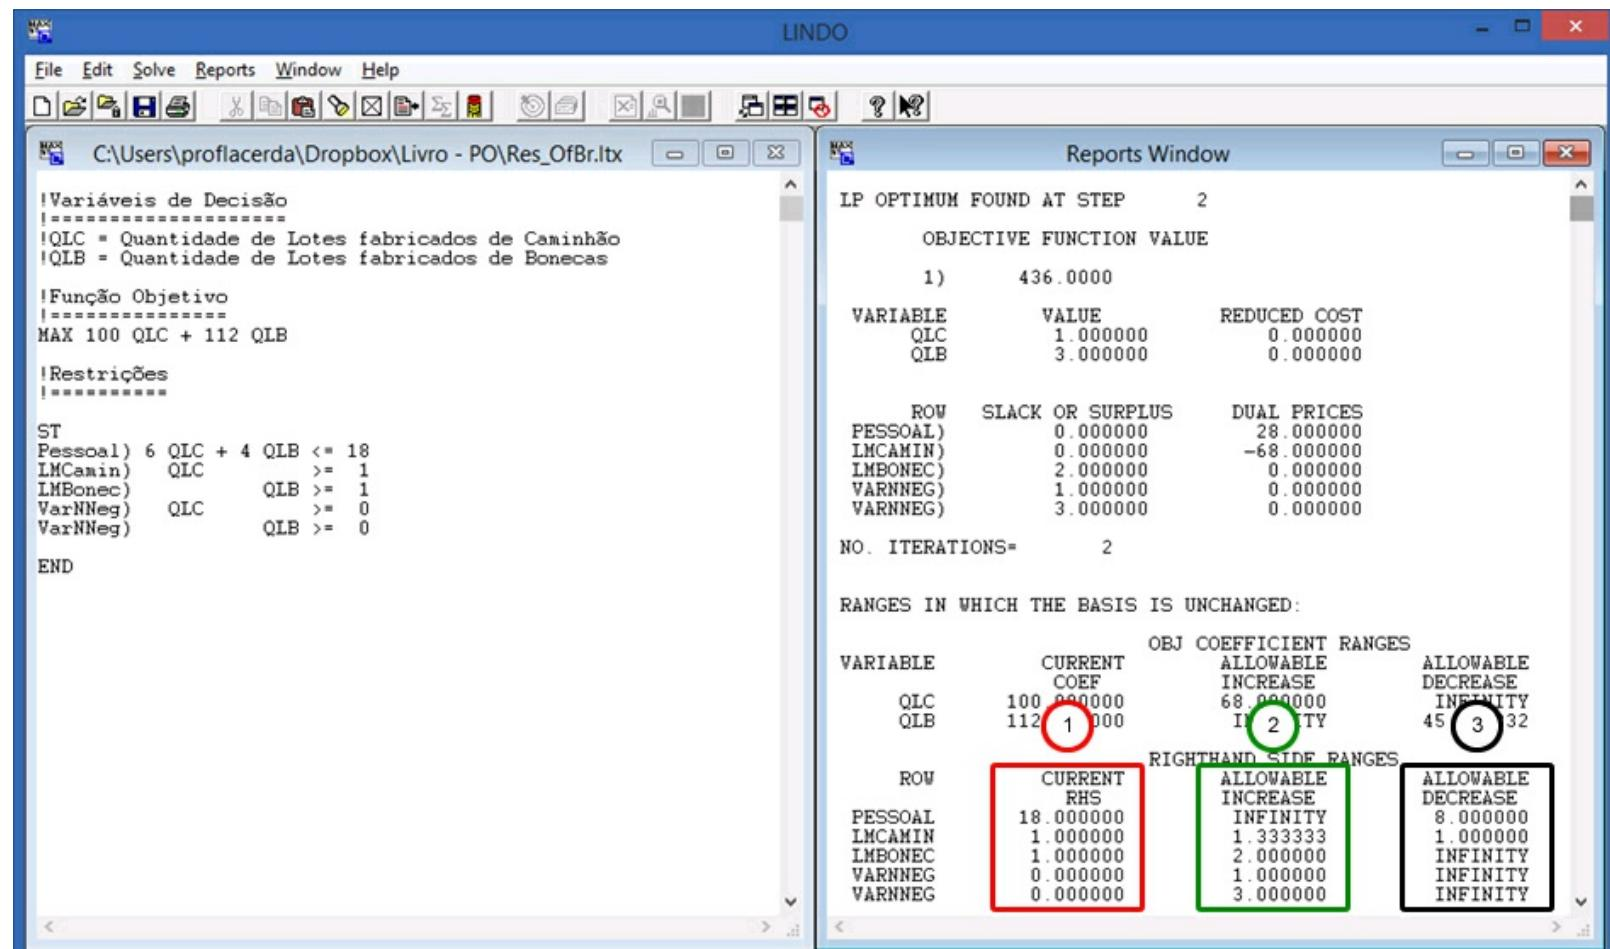

Figura 27 – Componentes da análise de sensibilidade do sistema de restrições.
Para concluir a análise de sensibilidade passaremos a avaliar o componente 2 da Figura 27. Esse componente diz respeito a constante existente ao lado direito das inequações do sistema de restrições. Na Figura 27, a caixa pontilhada verde apresenta
essas constantes. A análise é semelhante ao que fizemos anteriormente, com uma pequena distinção que nós vamos explicar. Na Figura 27 você pode ver o lado direito da restrição (*Righthand Side*) no item 1. Você poderá ver no item 2 da Figura 27 o máximo que é permitido incrementar (*Allowable Increase*) e o que é possível reduzir no dessa constante (*Allowable Decrease*). Esses elementos estão descritos nos itens 2 e 3 da Figura 27 respectivamente.
Podemos observar na Figura 27 que o Lindo priorizou criar lotes de bonecas em relação à produção de lotes de caminhões. A análise de sensibilidade das constantes restrições nos informará se haverá, ou não, modificação na priorização dos lotes a serem produzidos. Também nos informará se essa mudança impactará na folga/excesso ou, ainda, no preço sombra.
Por exemplo, a restrição pessoal (conforme a Figura 27) possui atualmente 18 pessoas. Poderíamos incrementar infinitamente (*infinity*) o número de pessoas na oficina de brinquedos e, ainda assim, continuaríamos priorizando a produção de lotes de bonecas comparativamente aos lotes de Caminhões. Ao mesmo tempo, se reduzíssemos 8 pessoas da quantidade total de pessoas da oficina, haveria uma mudança na priorização na fabricação dos lotes. Percebe-se que essa análise pode ser realizada para cada um dos itens das restrições. Cabe lembrar que para as restrições de não negatividade (utilizada para que o modelo não utilize valores irreais) essa análise não faz muito sentido. Além